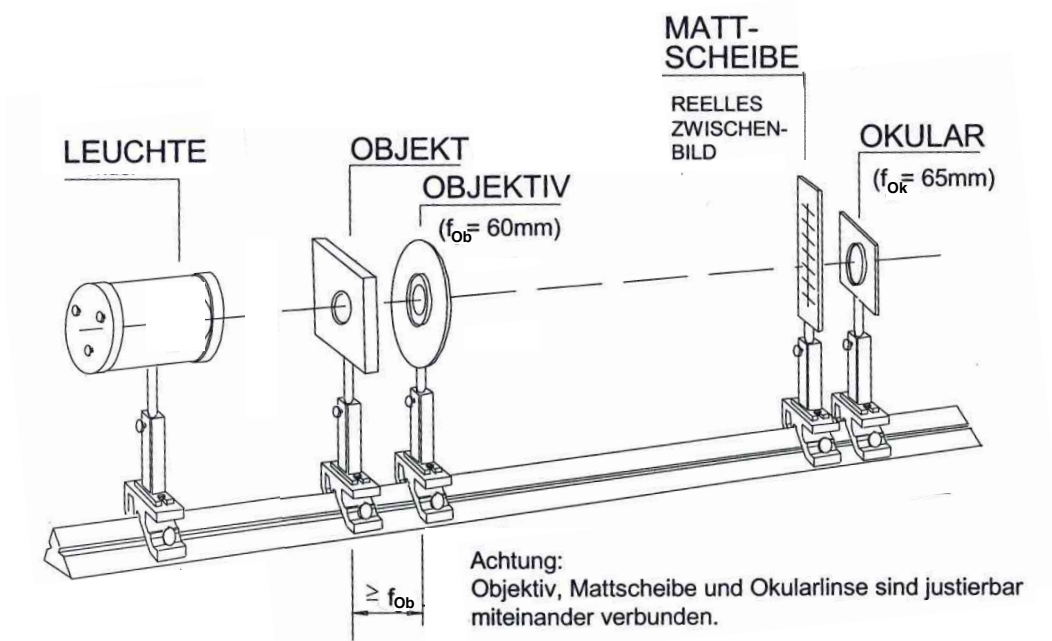

Abb. 2: Experimenteller Aufbau des Mikroskops. Die Mattscheibe kann entfernt werden um ein noch klareres Bild zu erhalten.
1. **Aufbau des Strahlengangs:** Bauen Sie nach Abb. 2 das Mikroskop auf der optischen Bank schrittweise, beginnend mit Objekt und Objektiv, auf. Achten Sie bei jedem Schritt darauf, dass das neu eingefügte optische Element auf die optische Achse zentriert wird. Dazu sind alle Elemente auf Reitern zu montieren, die sowohl in der Höhe als auch lateral justiert werden können.